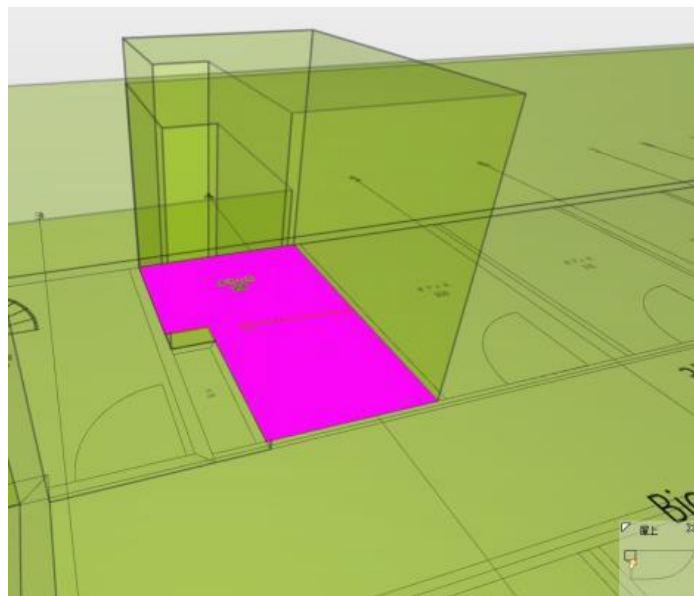

図 64. スペースの境界の一部が壁に沿って配置されていない
- ⑤ 3D ビューにスペースオブジェクトと赤い線でスペースの境界が表示されます。(図 64 を参照)スペースの境界の一部が壁にそって定義されていないのが確認できます。